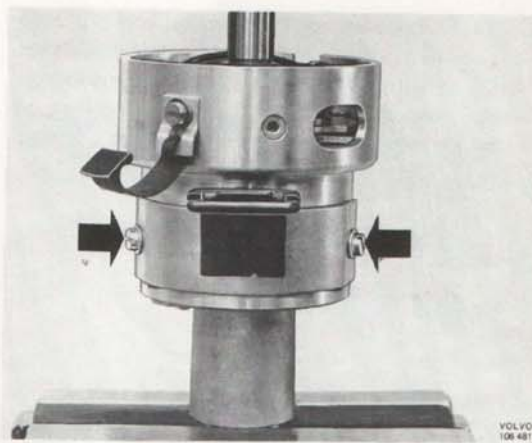

Bild 3-50. Demontering av impuls-kontakter
4. Demontera impuls-kontakterna, se bild 3-50.